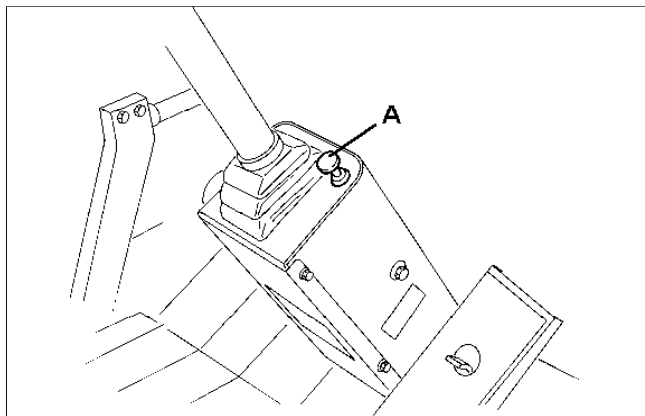

Fig.17
1. Træk i grebet til frem/bak-pedalen (A Fig. 17), så den får fri bevægelighed til kørsel fremad.
1. Skub til betjeningsgrebet til frem/bak-pedalen (A Fig. 17), så den får begrænset bevægelighed.
1. Dra upp knappen för spärren som begränsar pedalens rörelse (A fig. 17) så att pedalen kan röra sig fritt för transport.
1. Tryck in knappen för spärren som begränsar pedalens rörelse (A fig. 17) så att pedalen inte kan röra sig utefter hela sitt område.